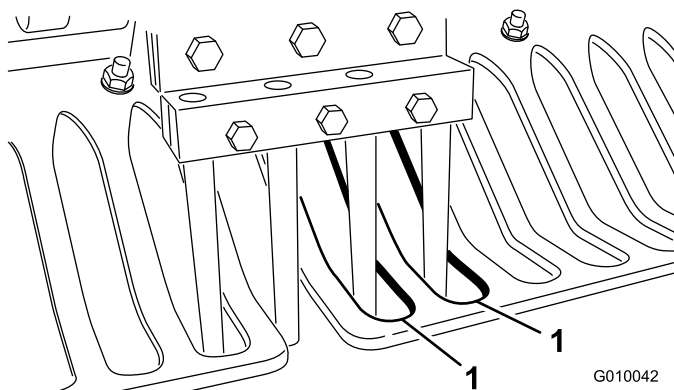

Bild 26
6. Stellen Sie sicher, dass die Tines mit der Mitte der Abstände in den Rasenschutzeinrichtungen ausgerichtet sind (Bild 26). Stellen Sie die Rasenschutzeinrichtungen ggf. ein und ziehen Sie die Muttern fest.